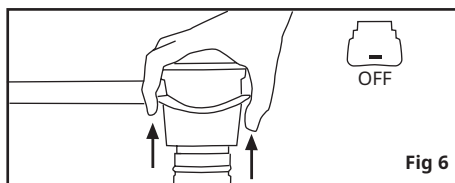

Fig 6
Todas las llaves del aparato están cerradas. El mando de KOSAN 682 está en posición de apagado (girándolo hasta el tope la llama roja ya no es visible). A continuación, saca el regulador tirando del anillo (3) como se muestra en la imagen 6. Recuerda que no podrás tirar del anillo hasta que el mando esté en posición horizontal y no puedas leer el texto "OFF". Es un elemento fundamental de seguridad; por tanto no trates de tirar del anillo del regulador si el mando no está en posición de apagado. Si tienes algún problema, ponte en contacto con tu proveedor de gas.